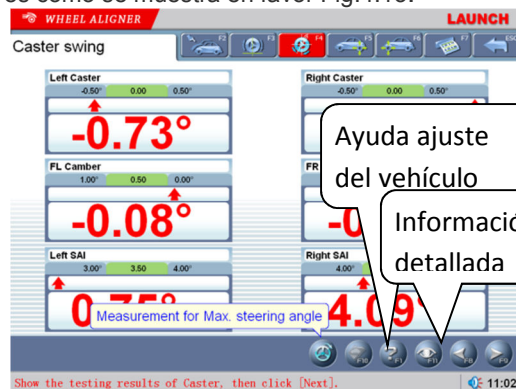

Fig.4.13
4. Después de que la prueba haya terminado, por favor centre del volante. El sistema volverá automáticamente a la siguiente página para comprobar el resultado de la medición. La interfaz es como se muestra en favor Fig.4.13.